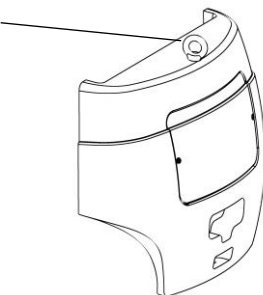

Рисунок 2-41
(3) Место для подъема противовеса представлено на Рис. 2-41